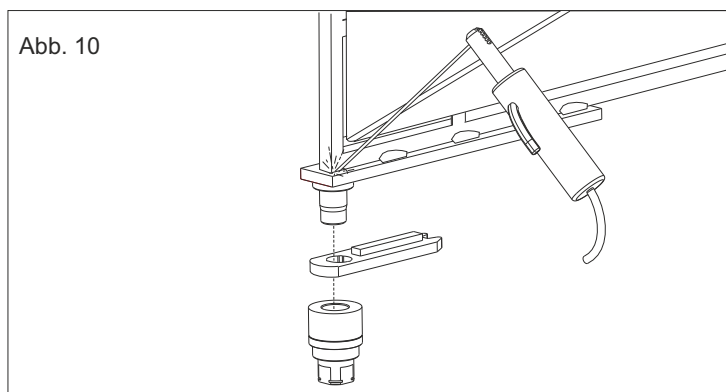

Abb. 10
3.2. Den Flügelsatz an den Torflügel vorsichtig anschweißen, eine 3-4 cm lange Teilstrecken Befestigung längs der Kontaktoberfläche herstellen und darauf achten, dass keine Schweißung in der Nähe der geschnittenen Bohrungen ausgeführt wird, außerdem das Lot mit der Rotationsachse respektieren (Abb. 10).